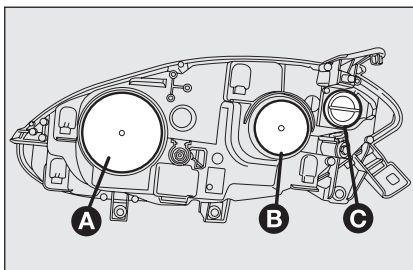
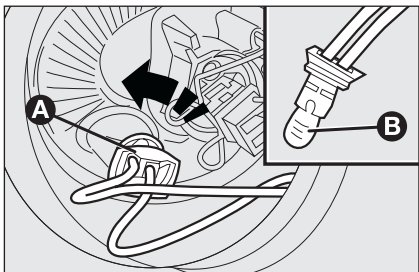

fig. 22
fig. 24
### GROUPES OPTIQUES AVANT fig. 22
- enlever le couvercle de protection **B-fig. 22**;
- remonter correctement le couvercle de protection **A-fig. 22**.
- enlever le couvercle de protection **A-fig. 22**;
- tourner dans le sens inverse des aiguilles le porte-lampe **A-fig. 24** et le défilier;
- remonter la nouvelle ampoule, insérer à nouveau le porte-lampe **A-fig. 24** puis remonter correctement le couvercle de protection **B-fig. 22**.
- remonter correctement le couvercle de protection **B-fig. 22**.
- tourner le couvercle de protection dans le sens inverse des aiguilles **C-fig. 22**;